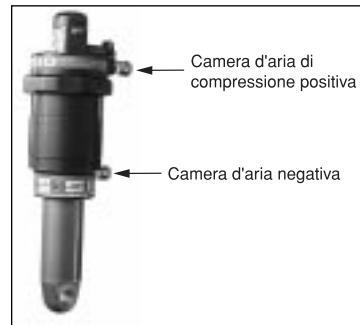

Fig. 1
La pressione impostata nell'ammortizzatore dipende dal peso e dallo stile di guida del biker. La pressione dell'aria può essere modificata nella camera positiva o in quella negativa (vedere fig. 1). Le seguenti sezioni illustreranno le differenze fra la pressione positiva e negativa e forniranno le indicazioni per regolare ambedue le caratteristiche.
La valvola sul diametro maggiore dell'ammortizzatore è destinata alla pressione positiva (fig. 1). La regolazione della pressione positiva determina la rigidità della molla e quindi dell'ammortizzatore. Aumentando la quantità d'aria introdotta, si ottiene un ammortizzatore più duro.
1. Individuare la valvola pneumatica positiva (di compressione - fig. 1).
La valvola pneumatica negativa (fig. 1) determina le caratteristiche (l'impressione di guida) della bicicletta. E' possibile modificare la pressione per la molla negativa usando una pompa manuale.